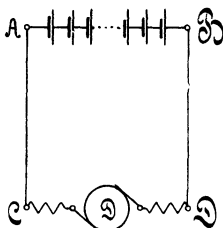

Abb. 7.
58. Von einer aus 60 [80] (200) Zellen bestehenden Akkumulatoren-Batterie (Abb. 7) von je 2 [1,95] (2,01) V elektromotorischer Kraft und 0,0008 [0,0006] (0,0007) Ω innerem Widerstand wird ein Strom von 20 [25] (15) A nach einem 300 [250] (500) m entfernten Elektromotor geschickt. Die Lei-
59. Welchen Querschnitt müssen die Zuleitungen AC und BD (Abb. 7) besitzen, wenn der Spannungsverlust 5 [8] (10) V betragen soll?
60. Welcher Strom würde in dem Kreise $ABDCA$ (Abb. 7) fließen, wenn in dem Motor keine elektromotorische Gegenkraft aufträte, und die übrigen Angaben der Aufgabe 58 entsprächen?